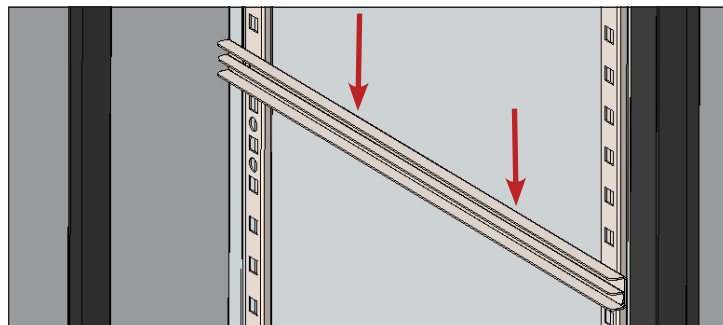

Fig. 3. Poussez vers le bas pour vous assurer que la glissière soit complètement longée.
4. Poussez doucement vers le bas pour verrouiller la glissière de l'étagère/du bac en position. Voir fig. 3.